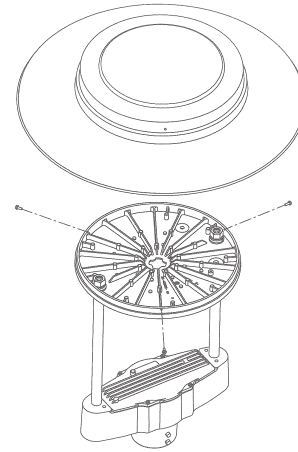

FIGURA 1
- Ajuste la parte superior al difusor de calor usando los tornillos del difusor de calor (vea la Figura 1).